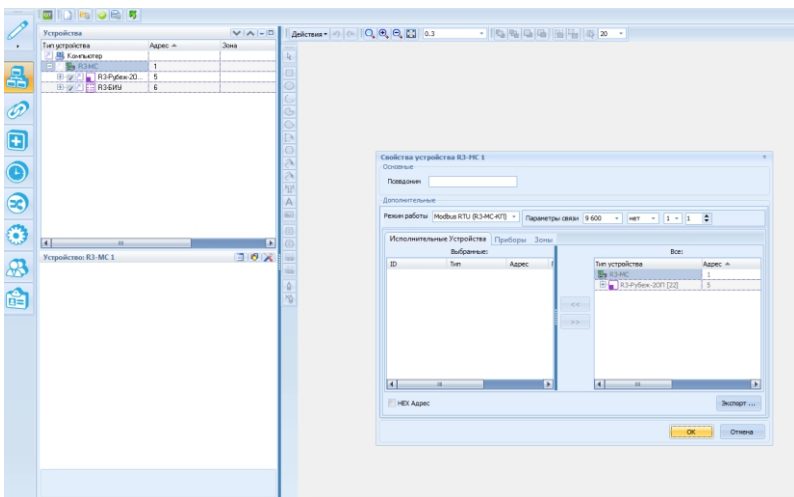

Рисунок 7.3
– с помощью данного окна настроить скорость и создать базу R3-МС-КП, содержащую ИУ, зоны, приборы, с которых в дальнейшем будет происходить считывание данных и управление ИУ и зонами по протоколу Modbus-RTU (рисунок 7.3).